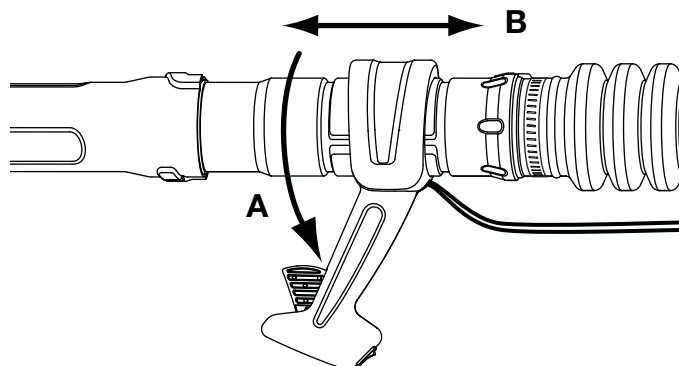

Fig. 7
1. Tourner la poignée de la manette des gaz dans le sens contraire des aiguilles d'une montre jusqu'à ce que le tube de soufflage pointe directement vers le bas (Fig. 7, A).
2. Tirer ou pousser la poignée de la manette des gaz le long du tube jusqu'à ce que la distance du souffleur à dos vous convienne (Fig. 7, B).